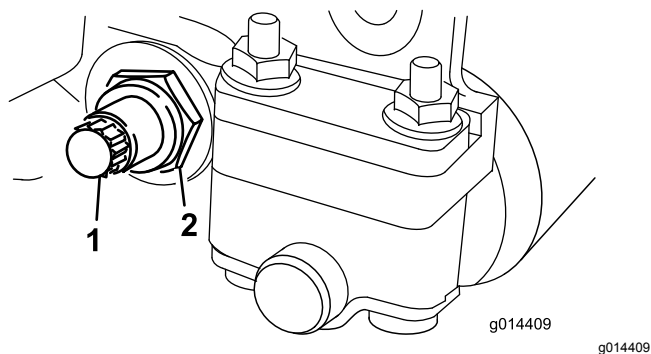

Figura 21
3. Su ciascun lato della macchina, allentate il dado di bloccaggio che fissa il bullone della barra di appoggio (Figura 21).
4. Togliete ciascun bullone della barra di appoggio consentendo alla barra di appoggio di essere tirata verso il basso e rimossa dall'apparato di taglio (Figura 21).